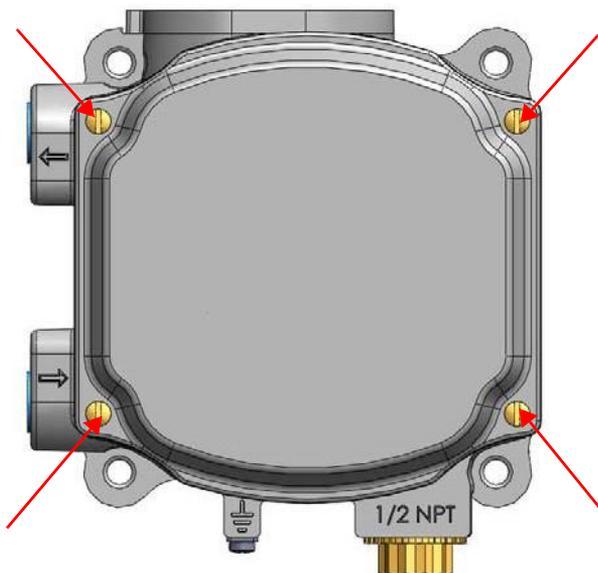

Figure 17 Couvercle avant
1. Desserrez les quatre (4) vis du couvercle et retirez le couvercle du SVi1000 (Figure 17).